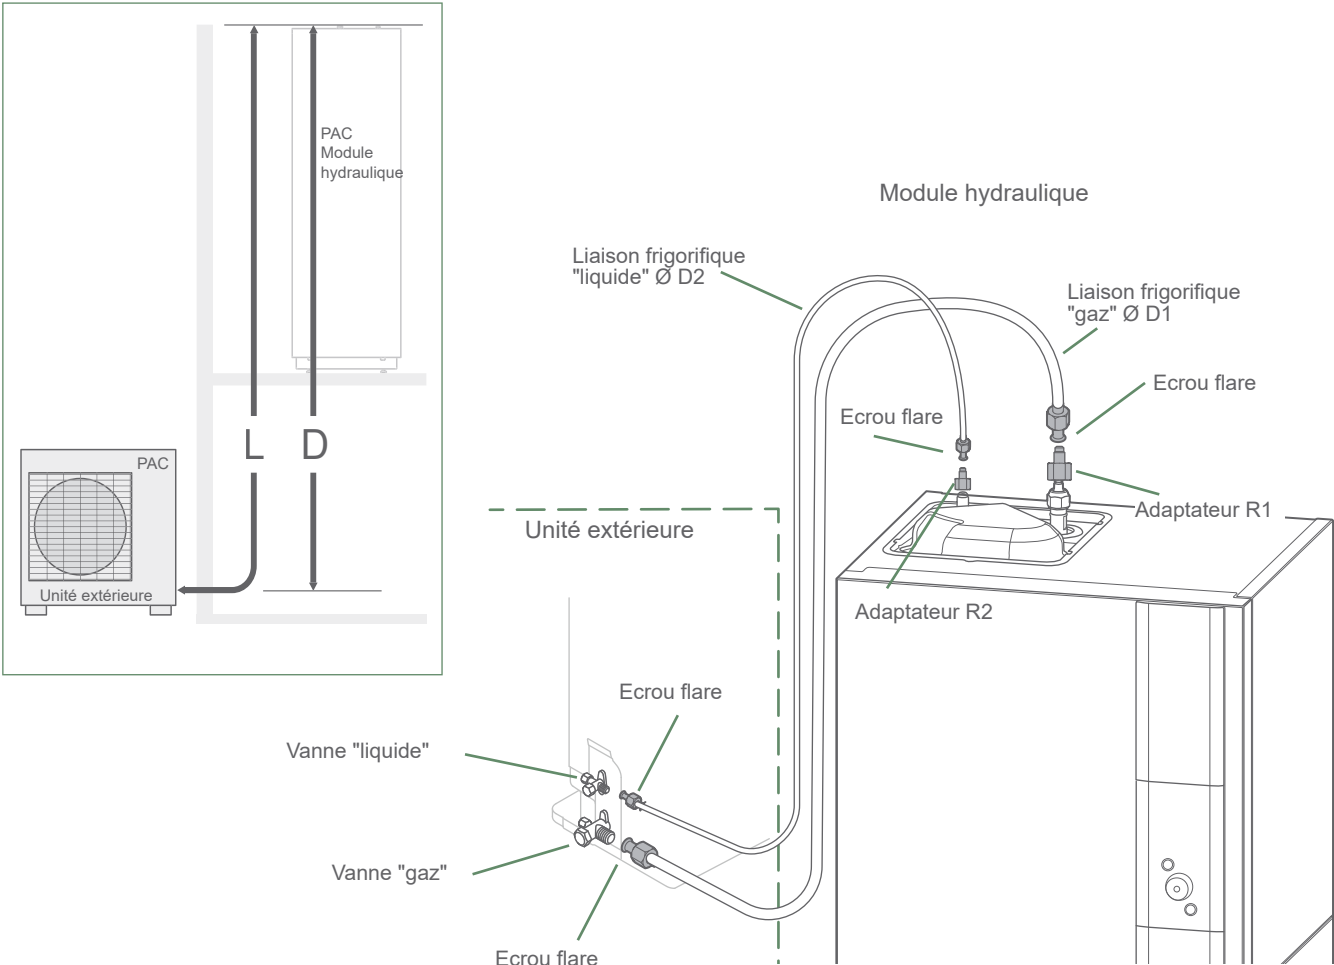

fig. 32 - Raccordement des liaisons frigorifiques (diamètres et longueurs permises)
- Suivant le cas, raccorder un adaptateur (réduction) 1/4" - 3/8" ou 1/2" - 5/8" (voir fig. 32).